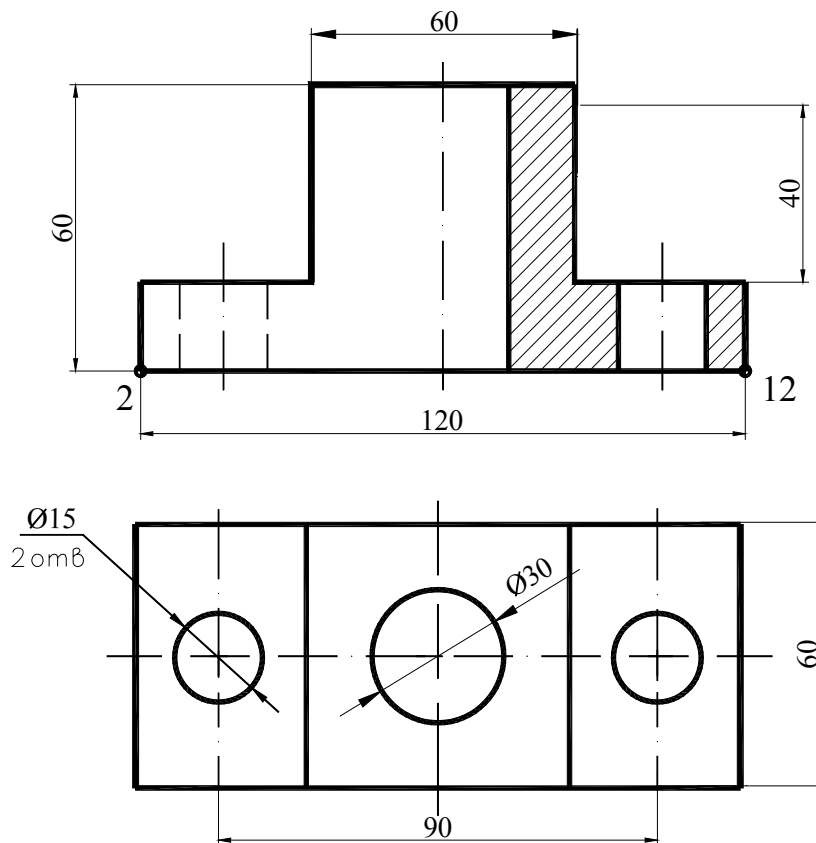

Рис. 4.6. Нанесення розрізів.
**Оформлення креслення і нанесення розмірів (Рис. 4.6).**